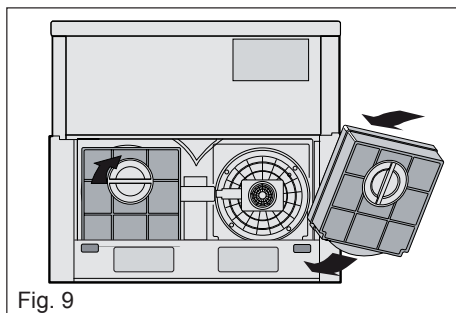

Fig. 9
- ❑ Instalar o filtro a carvão activo como cobertura da grelha de plástico que protege o ventilador aspirante (Fig. 9).